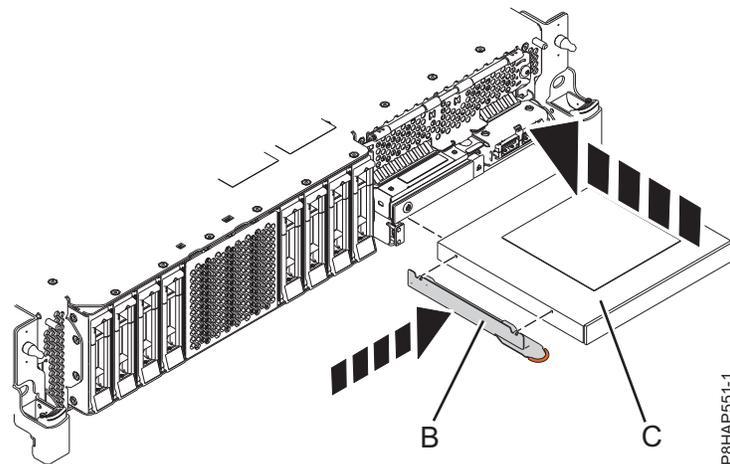
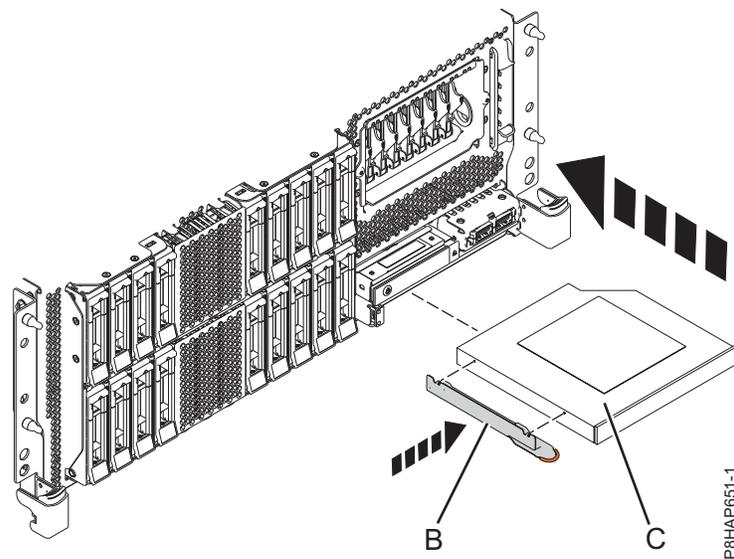
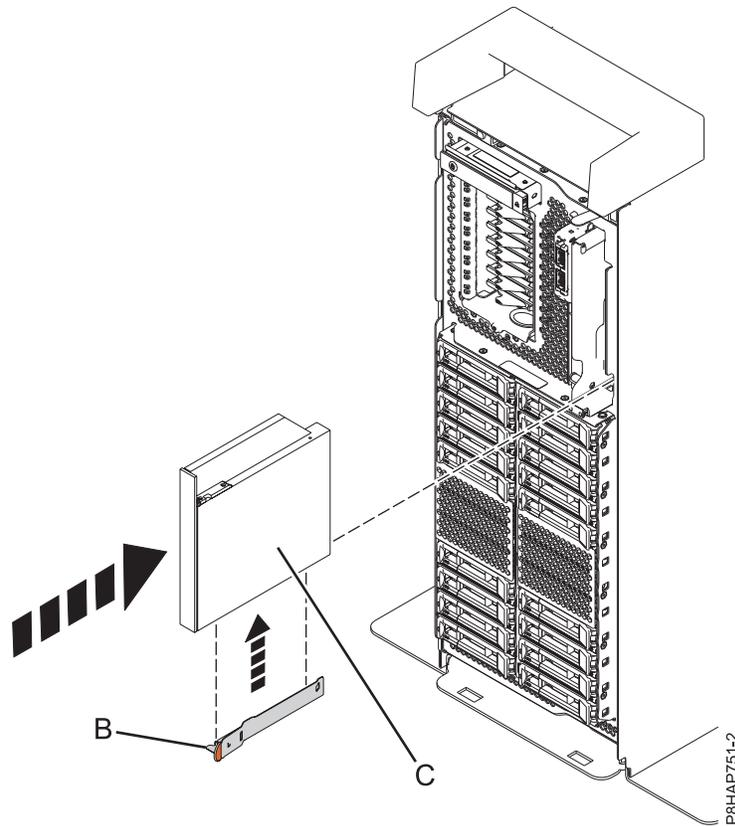

Figura 12. Instalación de un dispositivo de soporte extraplano en un sistema 8284-21A o 8284-22A
Figura 13. Instalación de un dispositivo de soporte extraplano en un sistema 8286-41A o 8286-42A montado en bastidor
Figura 14. Instalación de un dispositivo de soporte extraplano en un sistema autónomo
- 5. Conecte la abrazadera de retención (**B**) al nuevo dispositivo de soporte extraplano, como se muestra en la Figura 12 en la página 17 para un sistema 8284-21A o 8284-22A; la Figura 13 en la página 17 para un sistema 8286-41A o 8286-42A montado en bastidor; o la Figura 14 en la página 18 para un sistema 8286-41A autónomo.
6. Alinee el dispositivo de soporte extraplano (C) con la bahía de soporte y aguante la parte inferior del dispositivo mientras lo desliza hasta la mitad en el sistema.
Para un sistema 8284-21A o 8284-22A, consulte la Figura 12; para un sistema 8286-41A o 8286-42A montado en bastidor, consulte la Figura 13; o bien, para un sistema 8286-41A autónomo, consulte la Figura 14 en la página 18.